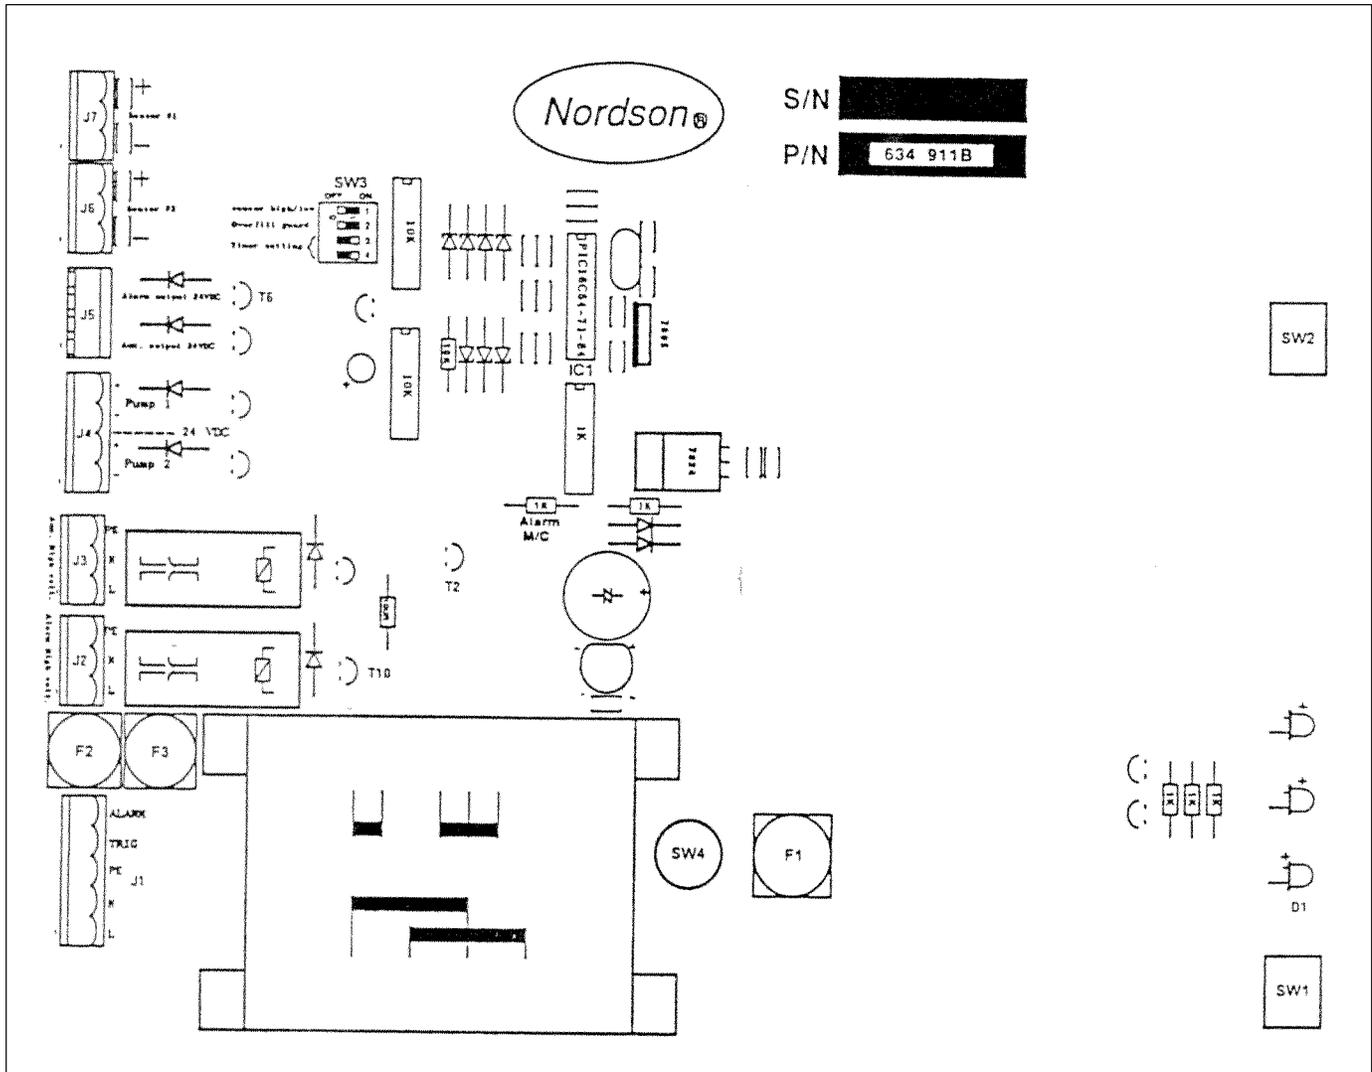
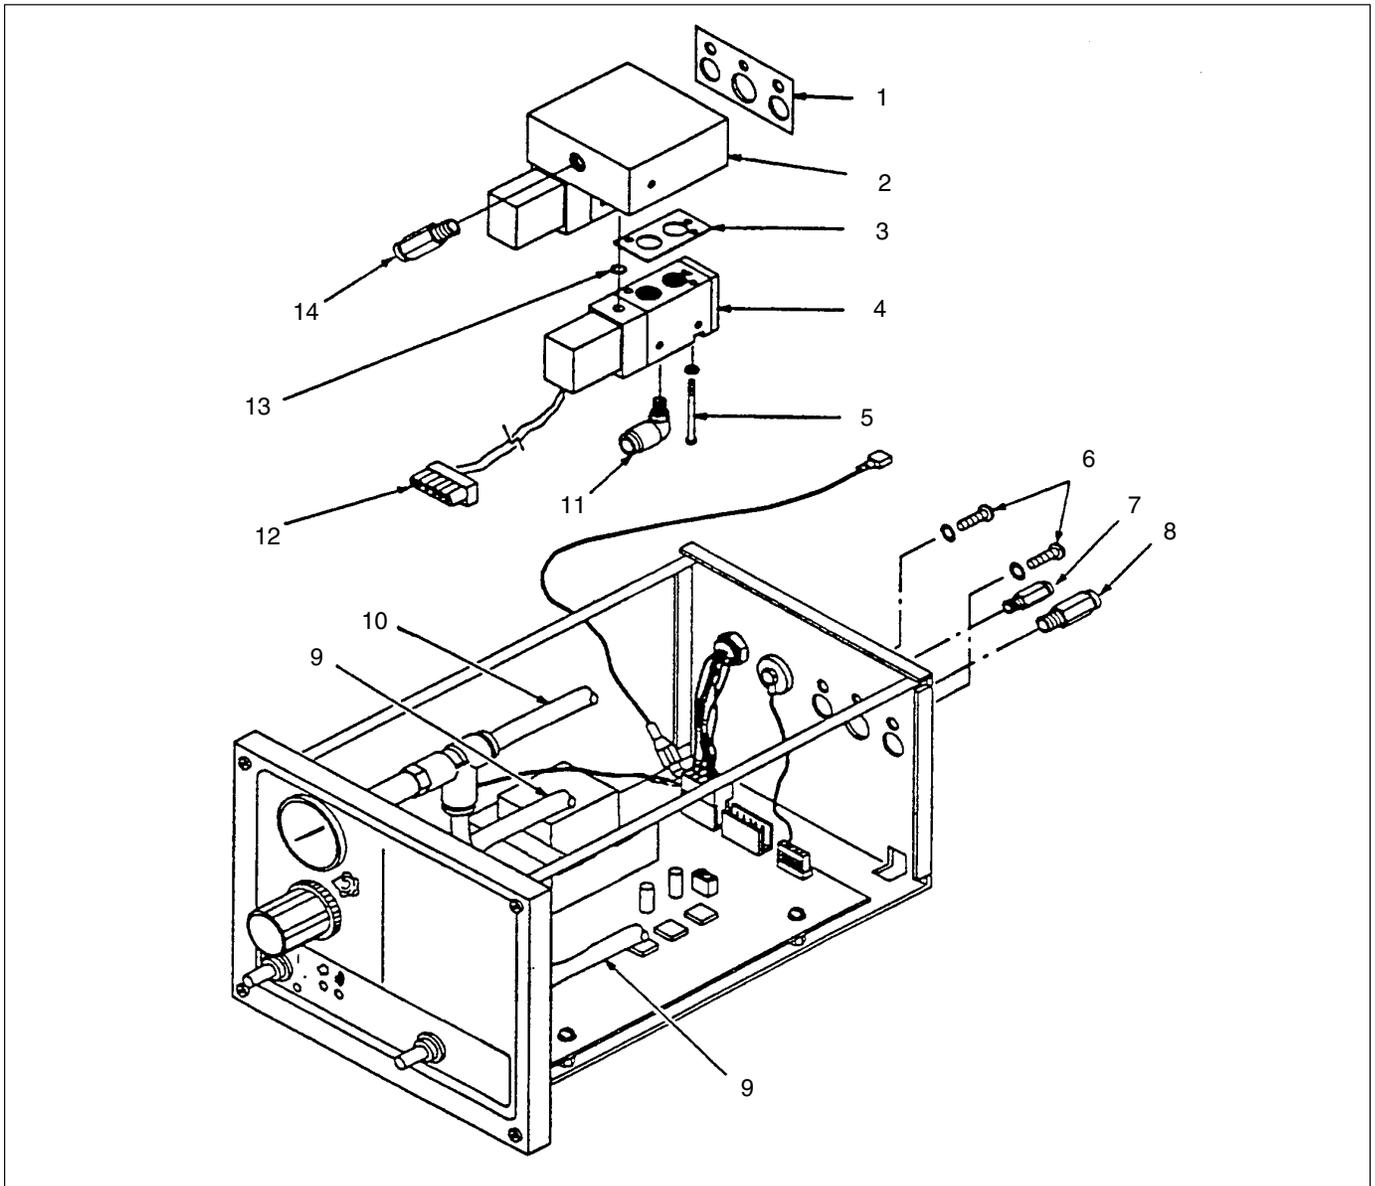

Fig. 5-2 Points de contrôle, interrupteurs et fusibles sur la carte
Fig. 6-2 Remplacement de l'électrovanne
| Fig. 5-2 | Schéma de câblage de l'unité de commande                   |
2. Cf. fig. 6-2. Débrancher la conduite pneumatique (9) du nippé (14) du distributeur (2) et la conduite (10) du coude (11).
4. Débrancher le connecteur à fiche (12) de la prise J4 de la carte.
5. Retirer les deux vis et les deux rondelles (6) fixant le distributeur sur le panneau arrière. Retirer le joint entre le distributeur et le panneau arrière (1). Mettre les vis et les rondelles de côté pour réutilisation.
6. Retirer les vis et rondelles (5) fixant l'électrovanne sur le distributeur. Mettre les vis et les rondelles de côté pour réutilisation.
7. Retirer l'électrovanne, les joints d'étanchéité (3) et les joints toriques (13) du distributeur. S'ils sont en parfait état, mettre de côté les joints toriques et les joints d'étanchéité pour réutilisation.
8. Débrancher les conducteurs de l'électrovanne du connecteur (12).
9. Démontez le coude (11) de l'électrovanne.
11. Brancher les conducteurs de l'électrovanne neuve au connecteur (12) comme indiqué sur la fig. 5-2.
12. Introduire le joint torique (13) dans la rainure du distributeur. Poser le joint d'étanchéité (3) sur l'électrovanne. Veiller à positionner les joints d'étanchéité de manière à ne pas obstruer les orifices carrés de l'électrovanne. Introduire les vis et rondelles (5) à travers l'électrovanne et le joint d'étanchéité afin de maintenir ce dernier en position.
14. Appliquer le joint d'étanchéité (1) et le distributeur contre le panneau arrière. Introduire les vis et rondelles (6) dans le distributeur.